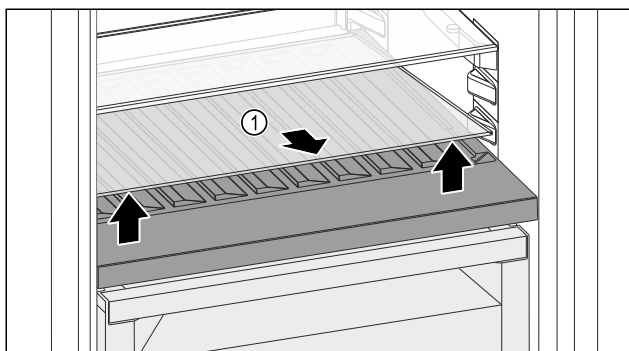

Fig. 92
- Skleněnou desku Fig. 92 (1) zvedněte za vybrání vpředu a vyjměte ji.
- Skleněnou desku Fig. 92 (1) uložte bezpečně mimo spotřebič.